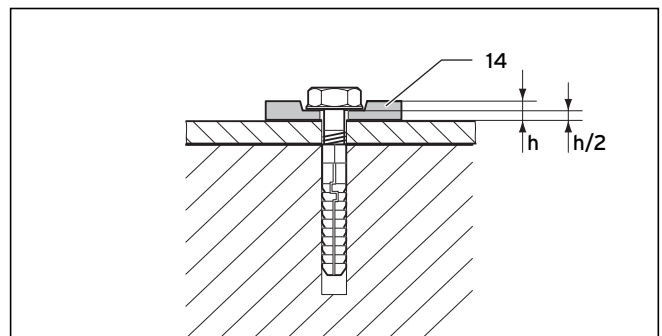

Рис. 5.43 Крепление гибкими подкладными шайбами
Обязательно используйте 4 гибких подкладных шайбы (14), чтобы можно было сбалансировать растяжение материала. Спрессуйте подкладные шайбы на 50 %, см. рис. 5.43.